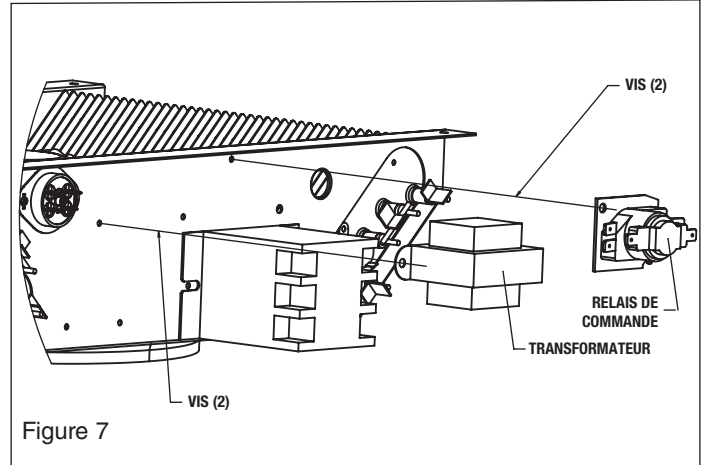

Figure 7
2. Pour câbler le relais, voir le schéma de câblage, figure 7, et effectuer ce qui suit :